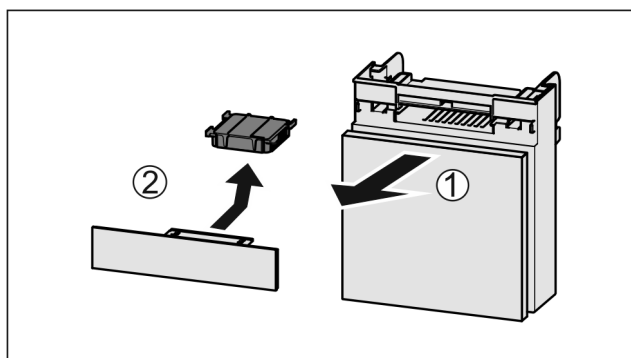

Fig. 161
- ▶ Trekk ut Fig. 161 (1) hyllen fremover.
- ▶ Ta ut Fig. 161 (2) aktivkullfilteret.